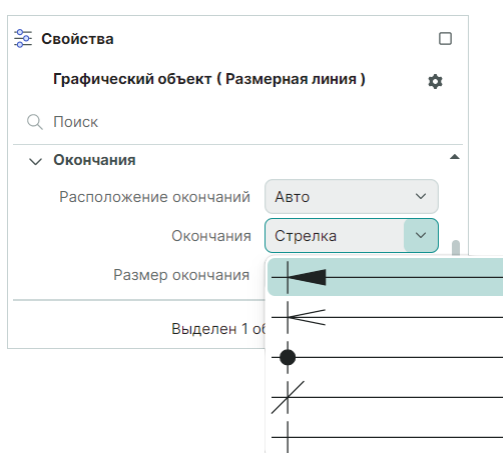

Рис. 404 Выбор типа окончания
- Пункт «Окончания» – выпадающий список с выбором типа окончаний (стрелка, стрелка-линия, точка, засечка и без окончания), см. Рис. 404;